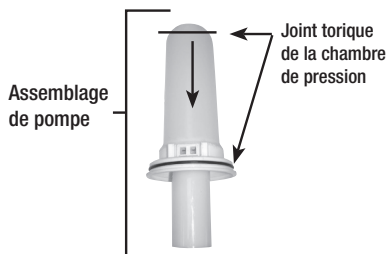

Figure 6
7. Le joint torique de la chambre de pression peut aussi être remplacé. NE PAS étirer le joint torique sur le rebord inférieur. Assemblez le joint torique sur le dessus de la chambre. Appliquez de la gelée de pétrole sur le joint torique avant de réinstaller l'assemblage de la chambre de pompe dans le réservoir (fig. 6).